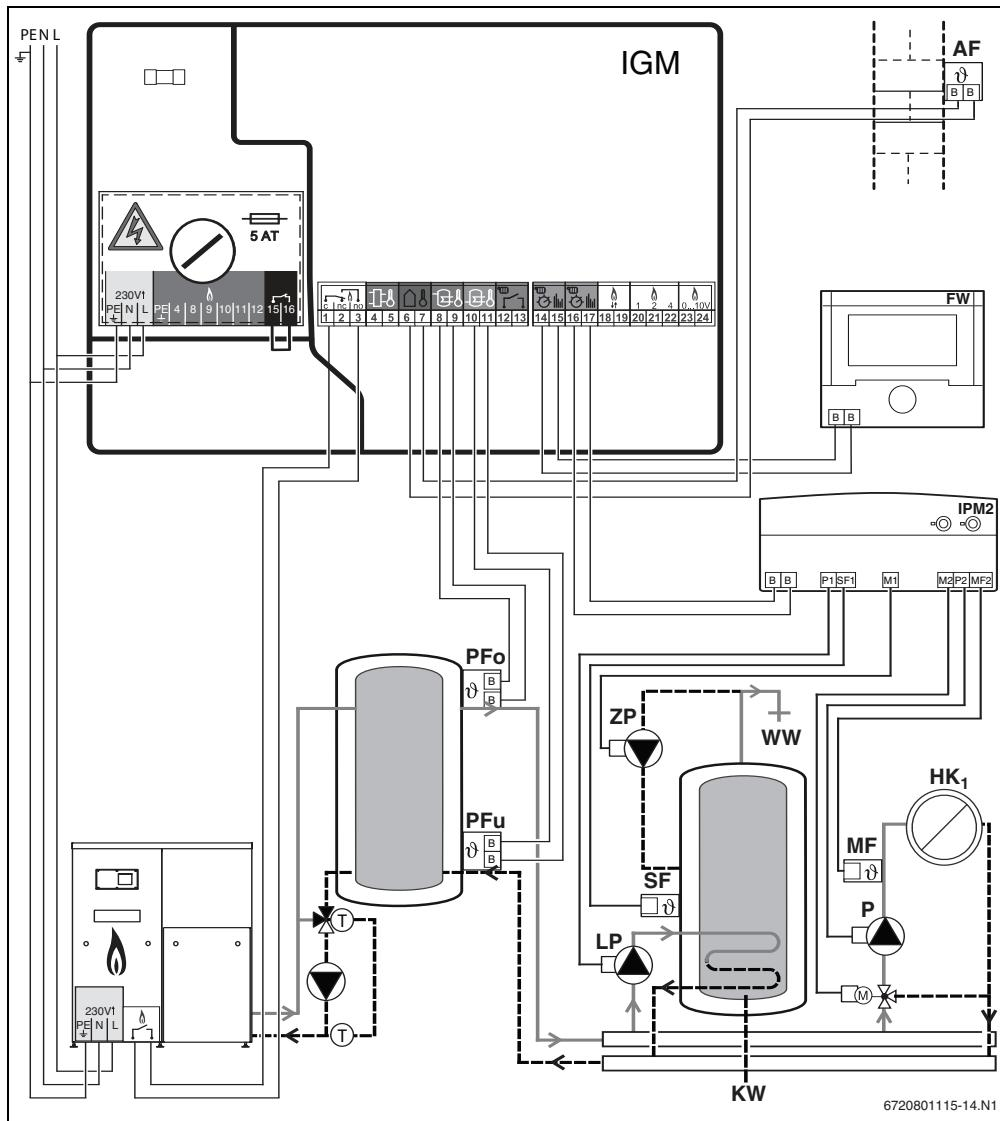

Fig. 13 Schema elettrico di collegamento di base con accumulo inerziale
Collegare la sonda di temperatura del circuito di mandata VF fornita sempre con il modulo IGM per la gestione del generatore sprovvisto di sistema del sistema bus a 2 cavi. Nella configurazione I e II questa sonda è da intendersi come «sonda del circuito di mandata». Nella configurazione III e IV questa sonda serve solo per il funzionamento/gestione dell'apparecchio sprovvisto di sistema bus a 2 cavi e occorre collegare un'altra «sonda del circuito di mandata» presso il modulo ICM. Collegare la sonda presso il modulo IGM, il più vicino possibile alla mandata della caldaia sprovvista del sistema bus a 2 cavi. Se l'installazione comprende un compensatore idraulico (HW), la sonda VF va possibilmente posizionata nel compensatore idraulico. Se l'installazione è dotata di un accumulo inerziale, la sonda PFo va montata nell'area superiore dell'accumulo inerziale e la sonda PFu opzionale, nell'area inferiore dell'accumulo (→ paragrafo 2.7.1, pag. 33 e fig. 13, pag. 40). Se non è collegata una sonda di temperatura sul circuito di mandata o una sonda PFo viene inviato un messaggio di errore.